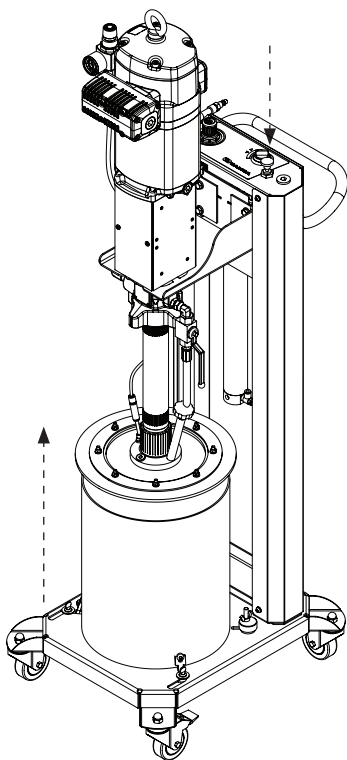

Abb. 11
- Vakuumentlastungsventil drücken, damit Luft unter die Folgeplatte eintreten kann, damit diese aufsteigen kann (Abb. 11).